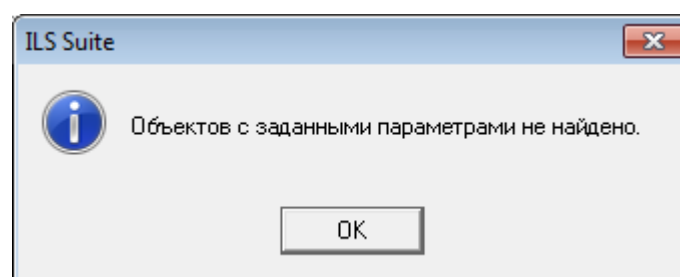

Рис. 5-54 – Информационное сообщение
7) Если в БД отсутствуют объекты, удовлетворяющие заданным критериям, появится информационное сообщение (рис. 5-54).